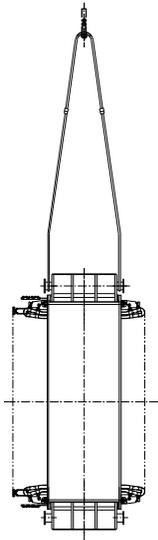

Figura 9 - Içamento do estator
2. Cuidadosamente remover o estator de sua caixa ou sua base de embarque e apoiá-lo sobre blocos de madeira em um piso nivelado, preferivelmente sobre uma fina chapa de madeira compensada ou chapa de fibra. Inspeccionar o estator para detectar eventuais danos que possam ter ocorrido no embarque e transporte, e se existir algum, reportá-lo imediatamente conforme já indicado no item anterior, fazer o processo conforme Figura 9;